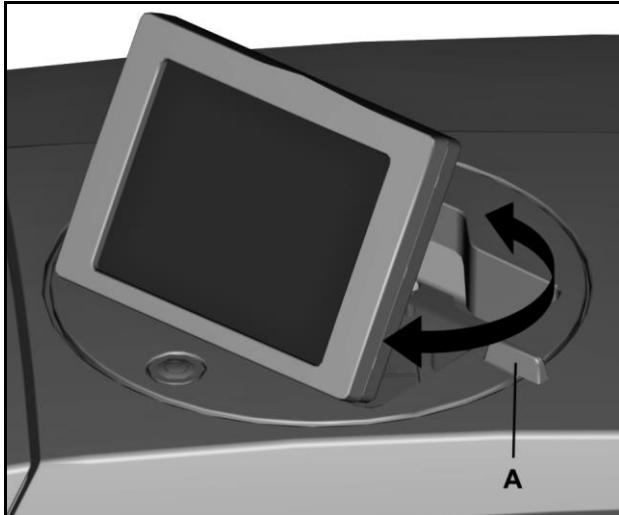

Figure 13 Pivotement de l'écran tactile
- 2 Faites pivoter l'écran tactile dans la position requise en le tenant par la poignée (A) (voir « Figure 13 Pivotement de l'écran tactile »).